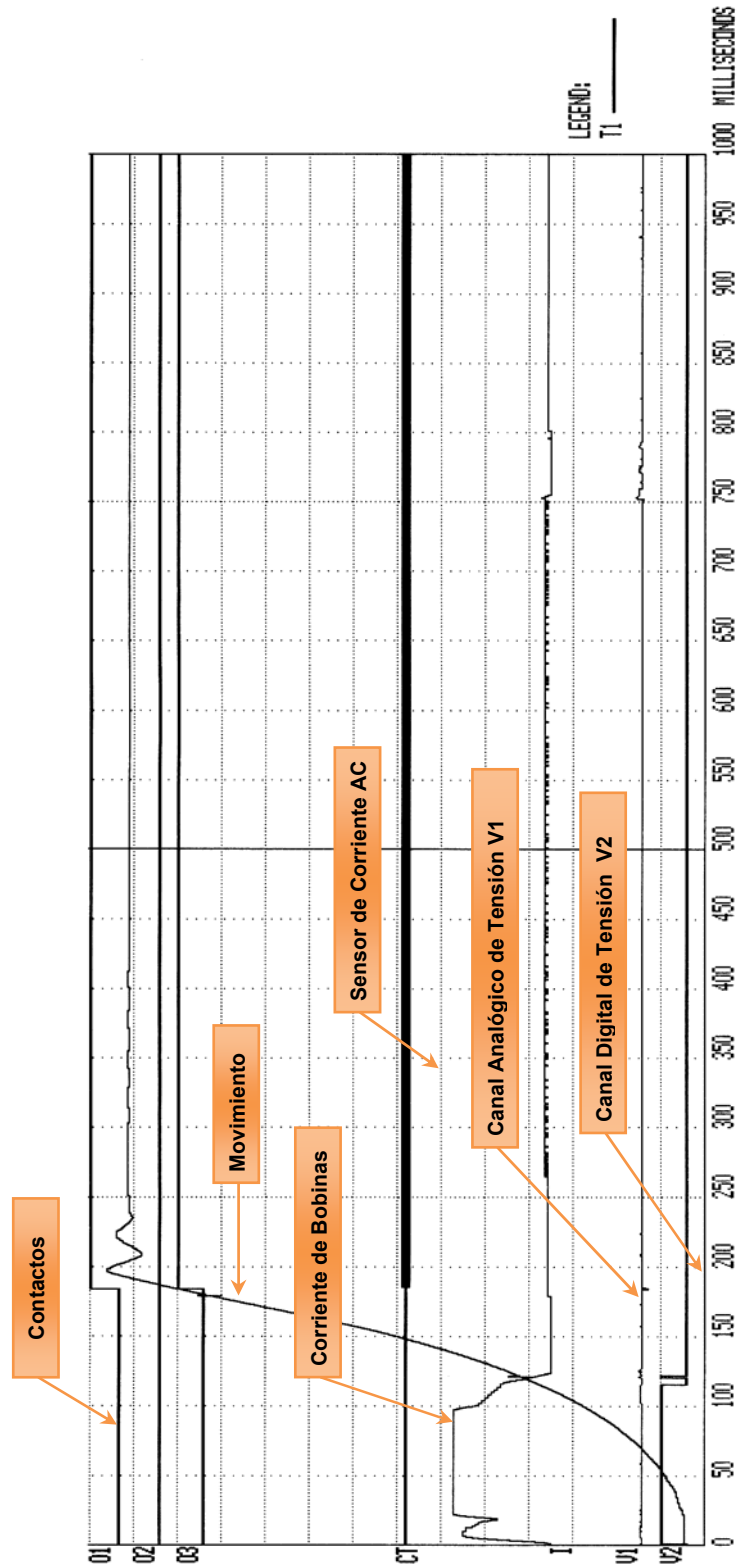

Figura 17. Típica Impresión Gráfica de Resultados
Imprime gráficamente todo el ensayo realizado. Ver la Figura 17 como ejemplo.
La Figura 17 muestra un gráfico de una operación de CIERRE de un interruptor con actividad de contactos en los canales 1 y 3. También se muestra el canal del sensor de Corriente (TC). Este reporte fue generado para mostrar tanto el ensayo en modo rápido “Quick-Shot” como en el modo de Tiempo y Movimiento, en el reporte se muestran ambos registros.